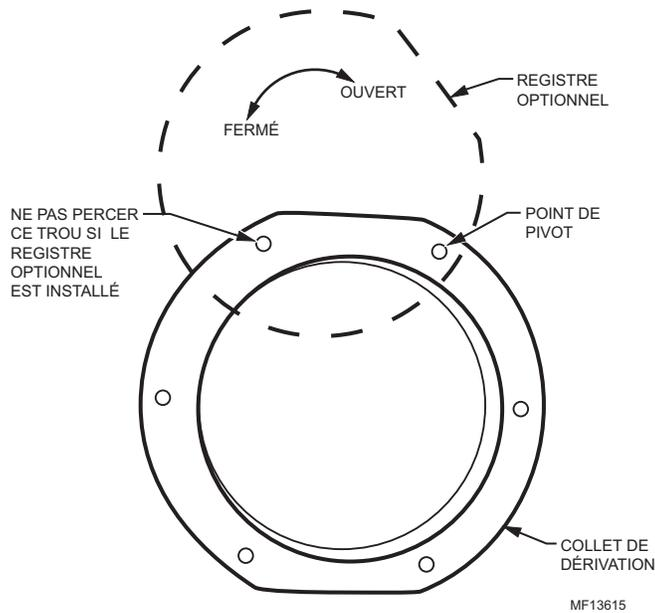

Fig. 10. Perçage des trous.
4. Percer les trous de montage à l'aide d'un foret de 3 mm (1/4 po). Si le registre optionnel est installé, ne pas percer le trou à l'endroit où la lame du registre doit passer. Voir la figure 10.